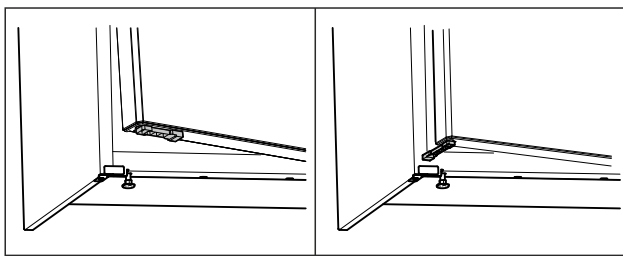

Fig. 68 *
- Pagrieziet durvju atvēršanas ierobežotāju par 90°. (skat. Fig. 68) *